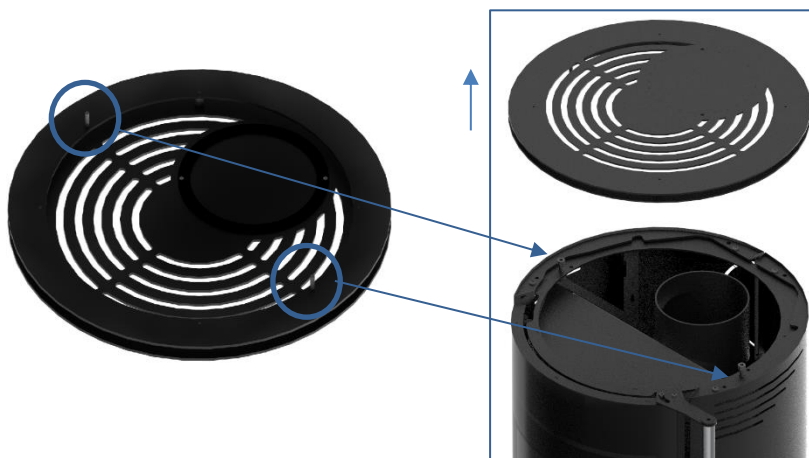

Figura 15 – Desmontaje de la tapa superior del equipo
- 1- Retire la tapa superior, simplemente levántela, como se muestra en la Figura 15.